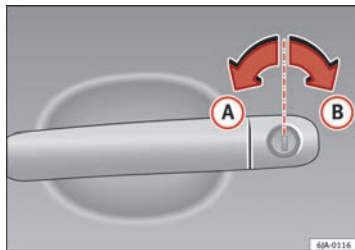

Fig. 46 Posiciones de la llave durante bloqueo y desbloqueo del vehículo
– Gire con la llave en el bombín del lado conductor en el sentido de marcha hasta su posición de apertura **A** ⇒ fig. 46.
- Gire con la llave en el bombín del lado conductor contra el sentido de marcha hasta su posición de cerradura (B) ⇒ fig. 46.